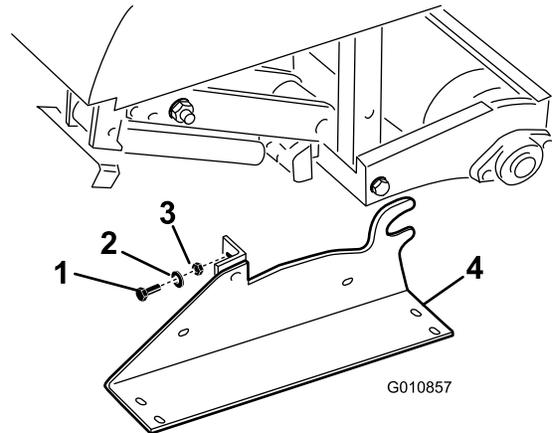

Bild 25
- Entfernen Sie die Schrauben, Sicherungsscheiben und Muttern, mit denen die Sicherheitsstände am Aerifizierer befestigt sind (Bild 25).